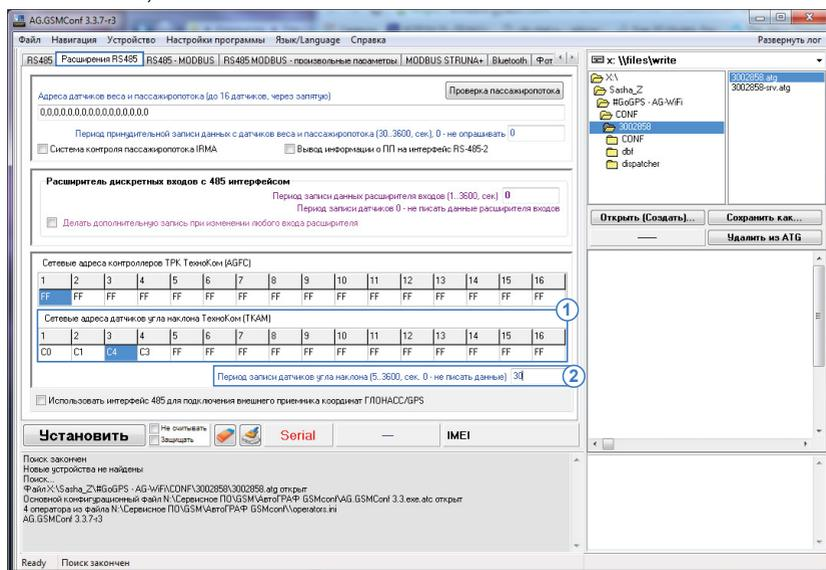

Рис.32. Настройка шины RS-485 контроллера «АвтоГРАФ» для подключения датчиков «ТКАМ».
- ввести адреса датчиков «ТКАМ», которые подключаются к контроллеру «АвтоГРАФ» в таблицу «Сетевые адреса датчиков угла наклона ТехноКом (ТКАМ)» (Рис.32, п.1). Диапазон допустимых адресов от C0 до C7. Допускается пропуск ячеек. К контроллеру «АвтоГРАФ» всего может быть подключено до 8 датчиков «ТКАМ», остальные 8 адресов зарезервированы;
- задать период записи данных с датчиков «ТКАМ», подключенных по шине RS-485, в поле «Период записи датчиков угла наклона» (Рис.32, п.2). Минимальный период записи 5 секунд, максимальный – 3600 секунд, период 0 – отключает запись данных с датчиков угла наклона «ТКАМ».
- **TKAMOut1(channel)** – параметр типа boolean (логический), возвращающий состояние Выхода 1 датчика «ТКАМ»; channel – это порядковый номер датчика от 1 до 16. Порядковый номер датчика задается в настройках контроллера «АвтоГРАФ» (Рис.32) – это номер ячейки с адресом датчика.
- **TKAMOut2(channel)** – параметр типа boolean (логический), возвращающий состояние Выхода 2 датчика «ТКАМ»; channel – это порядковый номер датчика от 1 до 16. Порядковый номер датчика задается в настройках контроллера «АвтоГРАФ» (Рис.32) – это номер ячейки с адресом датчика.
• **TKAMAngle(channel)** – параметр типа double, возвращающий угол наклона, измеренный датчиком «ТКАМ»; channel – это порядковый номер датчика от 1 до 16. Порядковый номер датчика задается в настройках контроллера «АвтоГРАФ» (Рис.32) – это номер ячейки с адресом датчика.